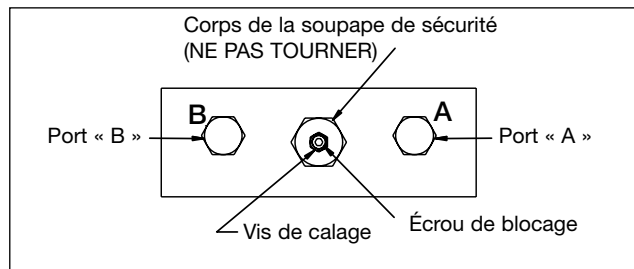

Figure 9
2. Installez un manomètre de 0-400 bar (0-6000 psi) dans le port de sortie « A » (voir la figure 9). Insérez un bouchon de canalisation de 9,5 mm (3/8 po) dans le port « B » et serrez au couple de 33 Nm (25 pi-lb).